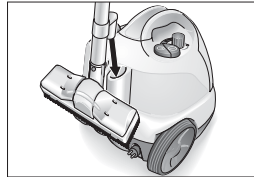

Рис. 9: положення зберігання
- Під час невеликої перерви у роботі трубу для видовження з вмонтованим соплом можна поставити у положення зберігання (див. рис. 9).